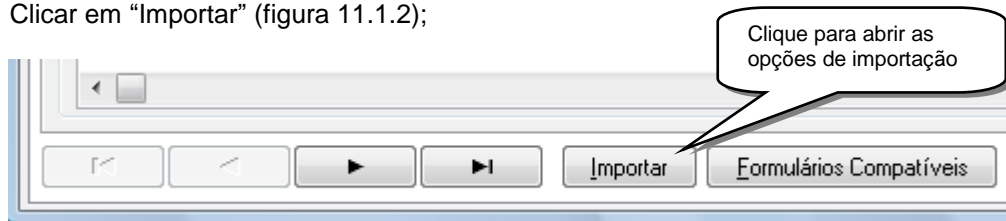

Figura 11.1.2
- Clicar em “Importar” (figura 11.1.2);